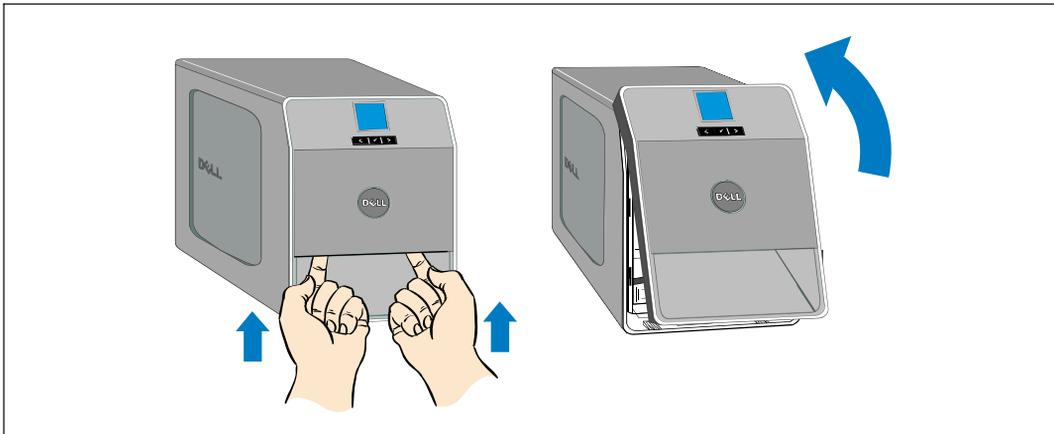

Рис. 24. Снятие передней крышки ИБП
- 2 Снимите переднюю крышку ИБП (см. Рис. 24):